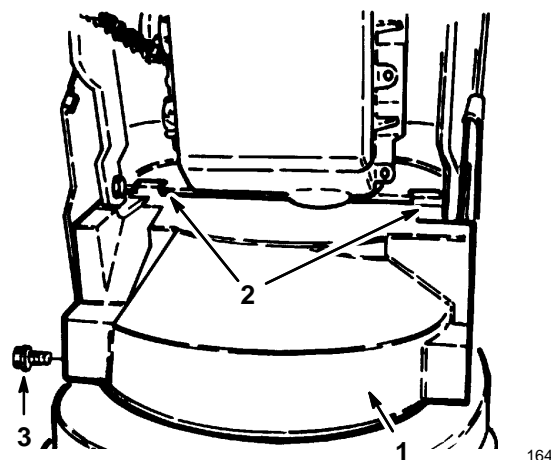

Figure 3
- Montez le carter de courroie inférieur au dessous du carter de tarière/roue hélice et au châssis moteur à l'aide de 2 boulons à embase de 13 mm (1/2") (Fig. 3).